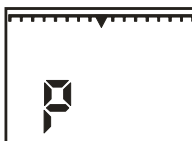

Рисунок 9.5
9.7 При разряде аккумуляторной батареи происходит сброс индикации измеряемой концентрации, на индикаторе отображается надпись " Р ", 16 сегментная "линейка" чиста (рисунок 9.5), и включается прерывистый кратковременный звуковой сигнал. При дальнейшем разряде аккумуляторной батареи питание газоанализатора отключается автоматически.